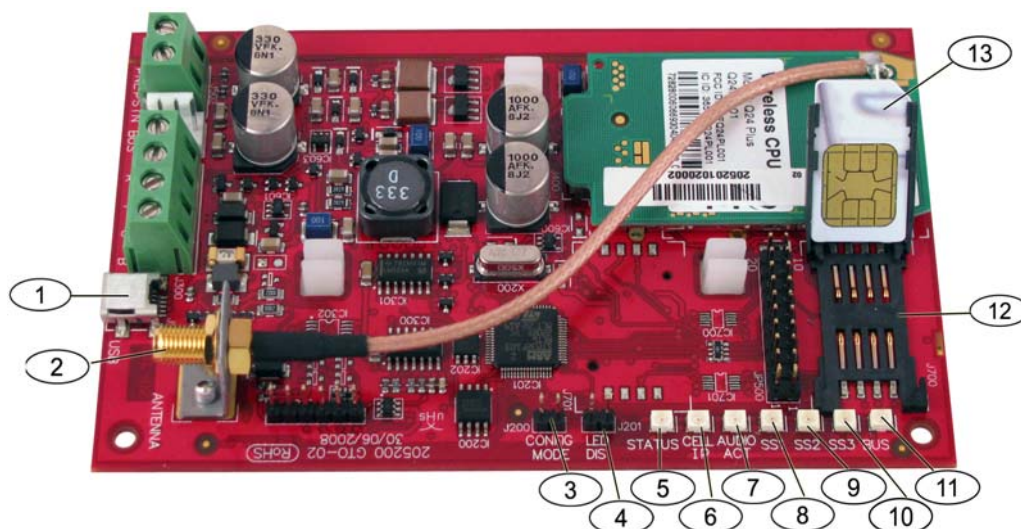

Figura 9.1 Comunicador ITS-DX4020-G
1. Certifique-se de que a ficha de jumper fornecida está a tapar o jumper CONFIG. Consulte A *Figura 9.1, Página 75, Legenda 3*.